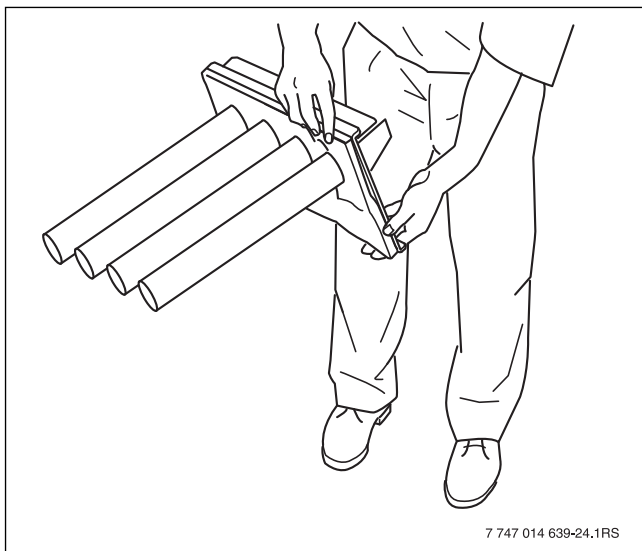

Рис. 47 Опрокидывание горелки
- ▶ Переверните горелку, чтобы удалить остатки воды (→ рис. 47, стр. 40).